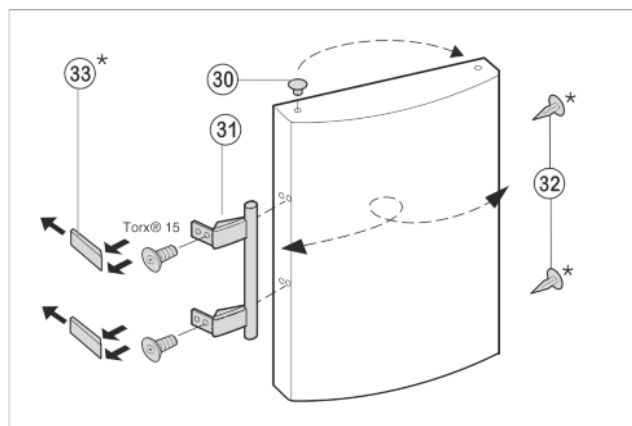

Fig. 8
- ▶ Zátky Fig. 8 (30) vyjměte z pouzdra ložisek dvířek a přemístěte je.
- ▶ Madlo dveří Fig. 8 (31), zátky Fig. 8 (32) a krycí destičky Fig. 8 (33) odmontujte a přemontujte na protější stranu.